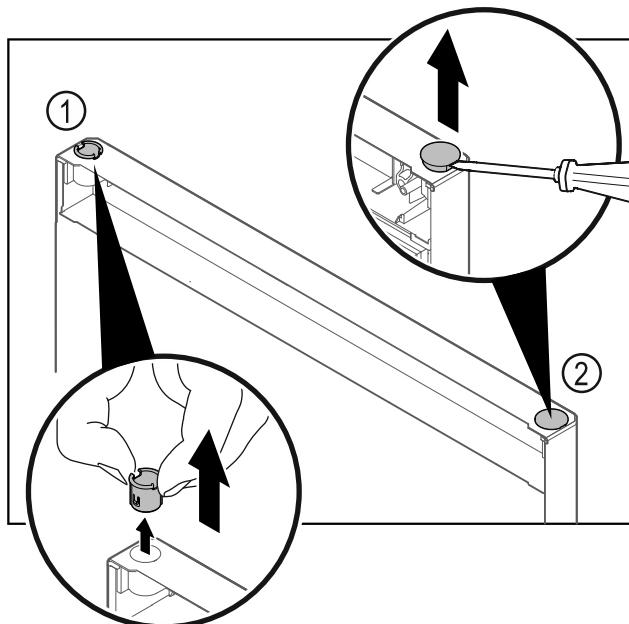

Fig. 29
- ▶ Pušo tečaja Fig. 29 (1) snemite s prsti.
- ▶ S ploščatim izvijačem previdno dvignite krovni čep Fig. 29 (2) in ga izvlecite.